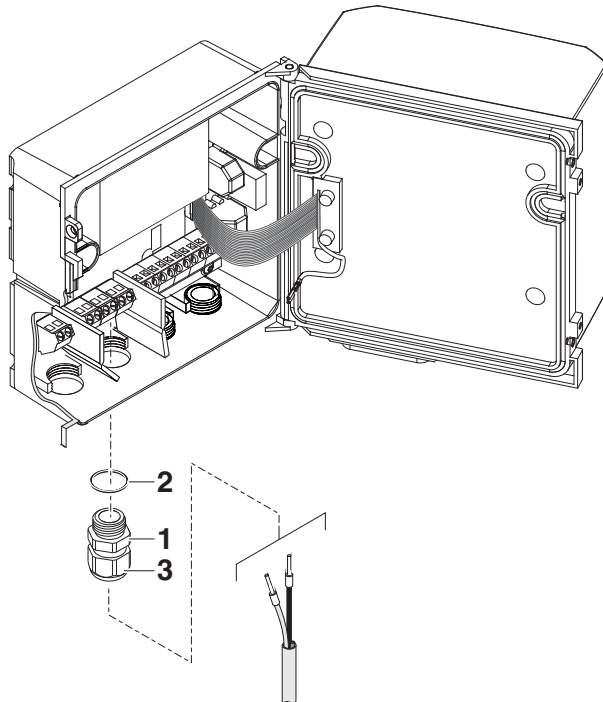

Bild 3-18 Leitungen einführen
- 2 Eine Kabelverschraubung (Pos. 1 in Bild 3-18) mit dem Dichtring (Pos. 2) in das Gehäuse unterhalb der jeweiligen Anschlüsse einschrauben.